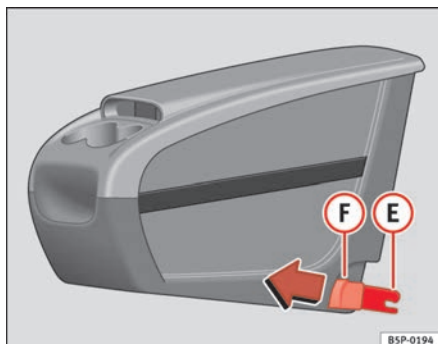
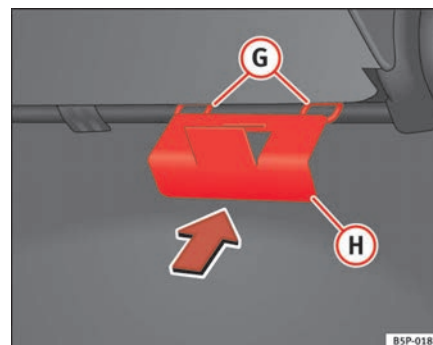

Abb. 111 Zusätzliche Ablage. Anbringen
Abb. 112 Halteplatte der zusätzlichen Ablage
- Die Halteplatte ④ ⇒ Abb. 112 der zusätzlichen Ablage vom Fahrzeuginnern aus auf der Rückseite des Sitzes befestigen. Sie muss sich zwischen der Lehne und dem Sitzkissen im Bereich des mittleren Rücksitzes befinden.
- Die beiden Befestigungselemente **(E)** ⇒ Seite 143, Abb. 111 zu den beiden Befestigungsringen **(G)** ⇒ Seite 143, Abb. 112 ausrichten und die beiden Klammern vollständig in die Befestigungsringe eindrücken.
- An den Knöpfen ⇒ Seite 143, Abb. 111 **(F)** der Klammern nach vorne ziehen (rote Knöpfe), bis sie hörbar ausgehängt sind.